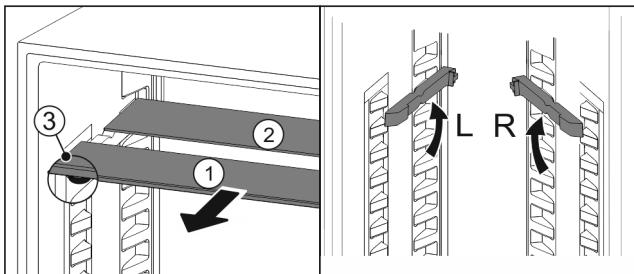

Fig. 52
- Vytiahnite sklené dosky jednotlivo dopredu Fig. 52 (1).
- Sklená doska Fig. 52 (1) s ozdobnou lištou leží vpred.
- Zarážky Fig. 52 (3) ukazujú nadol.